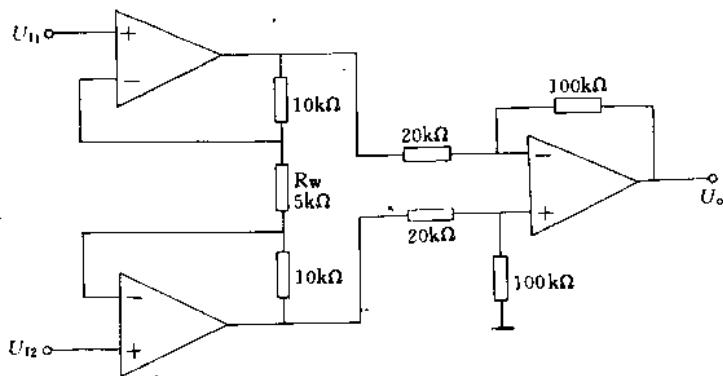

图 3-4
精密测量放大电路如图 3-4 所示, 测 U_o 与 U_{11} , U_{12} 间的关系, 改变 R_w 阻值, 观察对运算关系的影响。
4. 分析图 3-4 中电路,说明该电路的主要优点。